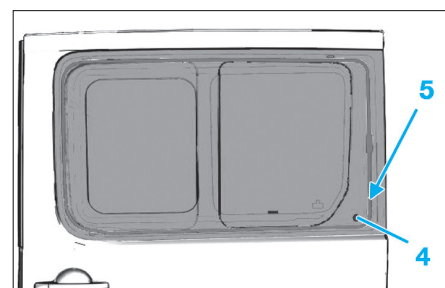

FIG. 8
- Sectionner le pion d'indexage (4) (Fig.8).
- Avec l'aide d'un second opérateur découper le joint de colle (5).